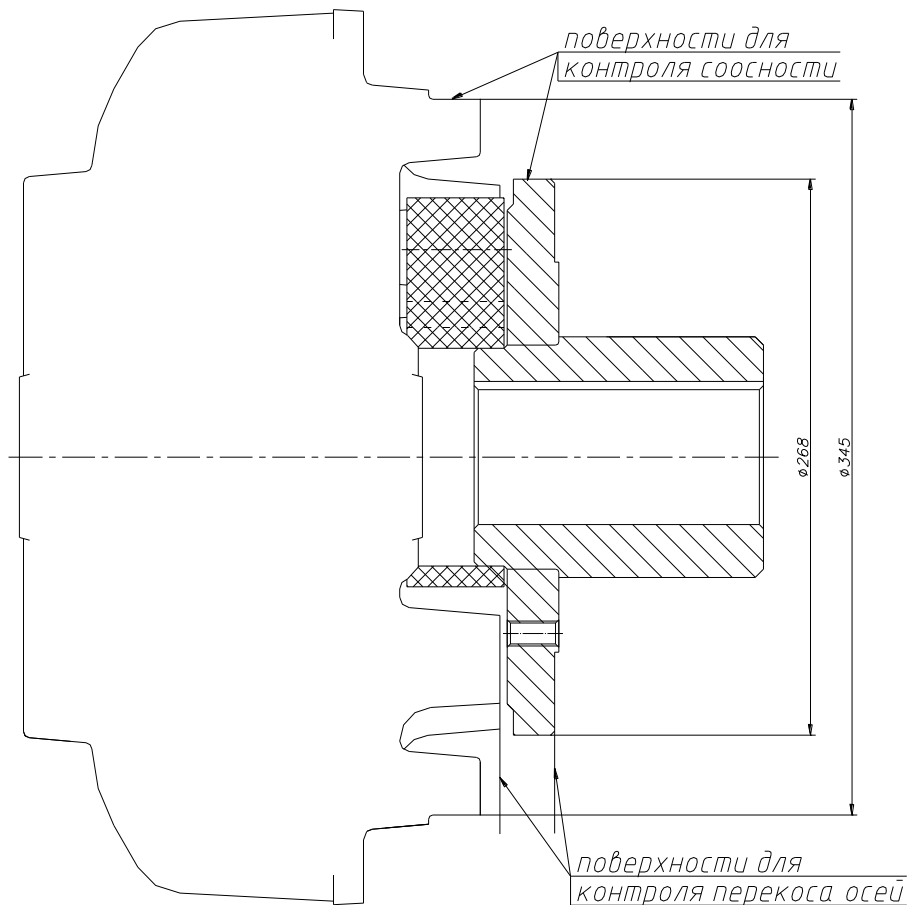

Рис.3
2.3.12. Угловое смещение осей соединяемых валов должно быть не более  $1,5^\circ$ . Радиальное биение поверхностей валов относительно друг друга не более 0,5 мм. Схема контрольных поверхностей для проверки соосности и перекоса осей валов приведена на рис.3.